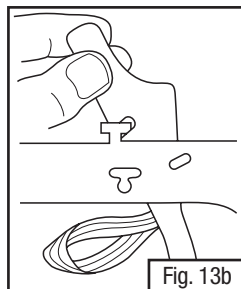
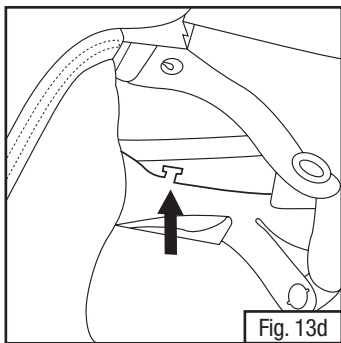

Fig. 13b
Fig. 13d
- Coloque los ganchos en "T" sobre la suspensión (Fig. 13d). La lengüeta de plástico del sello facial se conecta al gancho de la suspensión. Para acoplarlo, deslice las pestañas **entre la suspensión y el armazón del casco**. Fije la muesca en las lengüetas de sello facial sobre los ganchos en "T" situados en la banda flexible de la suspensión para la cabeza (Fig. 13b).